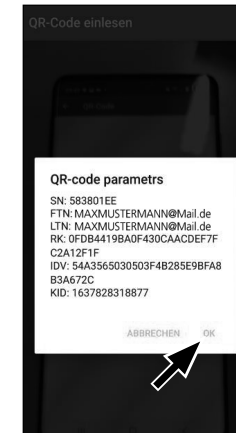

Abb. 63
- 3 Es erscheint eine Meldung mit Daten zu der KeyApp auf Smartphone B, welche Sie unten rechts mit „*OK*“ bestätigen (Abb. 63).